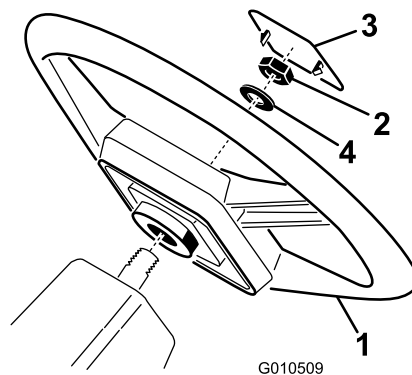

Bild 3
1. Nehmen Sie die Mutter von der Lenkwelle ab. Schieben Sie das Lenkrad und die Scheibe auf die Lenkwelle (Bild 3).